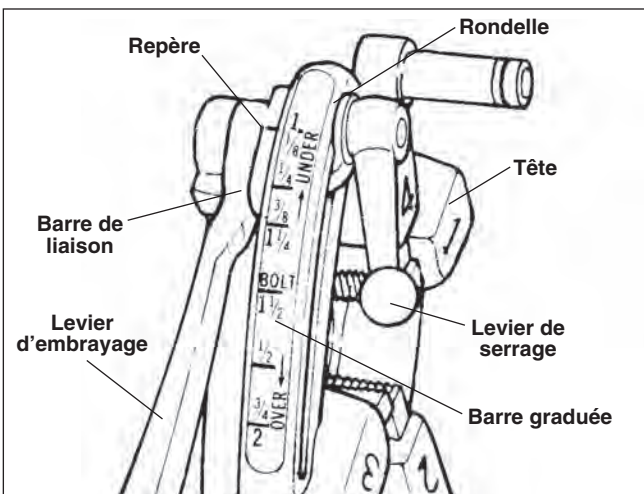

Figure 12 – Tête de filière universelle à ouverture rapide
5. Tête de filière à ouverture rapide N° 811A (*Figure 12*) – Tournez le levier d'embrayage jusqu'à la position CLOSED (fermée).
10. Tête de filière à ouverture rapide N° 811A (*Figure 12*) – Une fois le filetage terminé, relevez le levier d'embrayage à la position ouverte afin de ramener les filières.
NOTA ! La tête de filière universelle N° 811A (*Figure 12*) pour filetage à droite nécessite quatre jeux de filières pour le filetage des tuyaux de $\frac{1}{8}$ à 2 po de diamètre. Un jeu de filières spécial est nécessaire pour chacune des sections suivantes: ($\frac{1}{8}$ po), ($\frac{1}{4}$ à $\frac{3}{8}$ po), ($\frac{1}{2}$ à $\frac{3}{4}$) et (1 à 2 po). Il n'existe pas de filières de $\frac{1}{8}$ po pour pas à gauche. Le filetage des tiges nécessite un jeu de filières spécial pour chaque section de tige. Il n'existe pas de filières à tige filetée pour les têtes de filière à pas à gauche.
NOTA ! La tête de filière universelle à ouverture automatique N° 815A (Figure 12) pour filetage à droite nécessite quatre jeux de filières pour le filetage des tuyaux de $\frac{1}{8}$ à 2 po de diamètre. Un jeu de filières spécial est nécessaire pour chacune des sections suivantes: ($\frac{1}{8}$ po), ($\frac{1}{4}$ à $\frac{3}{8}$ po), ($\frac{1}{2}$ à $\frac{3}{4}$ po) et (1 à 2 po). Le filetage des tiges nécessite un jeu de filières spécial pour chaque section de tige.